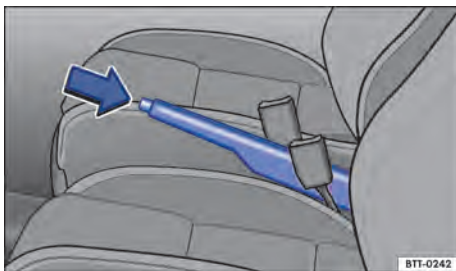

Fig. 101 Entre los asientos delanteros: palanca del freno de estacionamiento.
- Tirar de la palanca del freno de mano hacia arriba con la tecla de bloqueo presionada → fig. 101 (flecha).
- Tirar de la palanca del freno de estacionamiento un poco hacia arriba y presionar la tecla de bloqueo → fig. 101 (flecha).